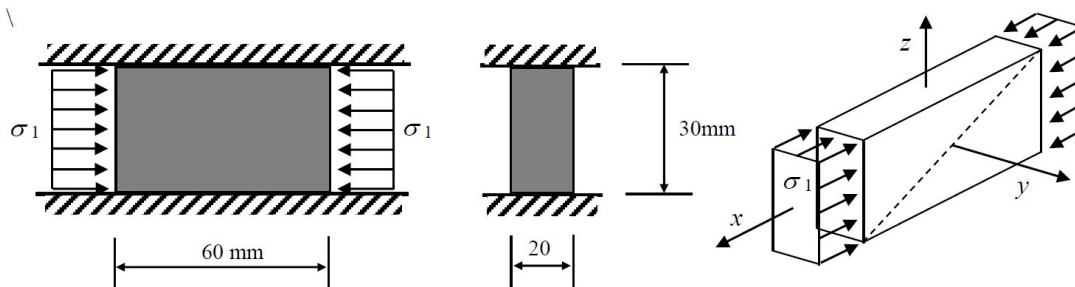

Figura 3.8: Problema PIII.2.5.
Considere o paralelepípedo representado na Figura 3.8. Duas das faces suportam a tensão σ_1 , como indicado, enquanto outras duas (superior e inferior) estão em contacto com superfícies rígidas, planas e sem atrito e as duas restantes estão livres. O módulo de elasticidade e o coeficiente de Poisson do material são 210 GPa e 0,28 respectivamente.
- c) Calcule a variação de comprimento da diagonal representada na Figura 3.8.